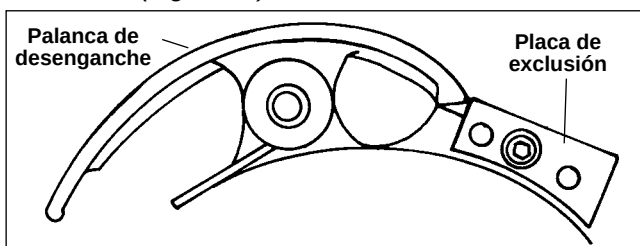

Figura 20 – Ajuste a la posición de arriba con el cabezal de terrajas inclinado.
- Ajuste la placa de exclusión de tal manera que el tornillo quede introducido en el agujero índice del centro. (Figura 20)